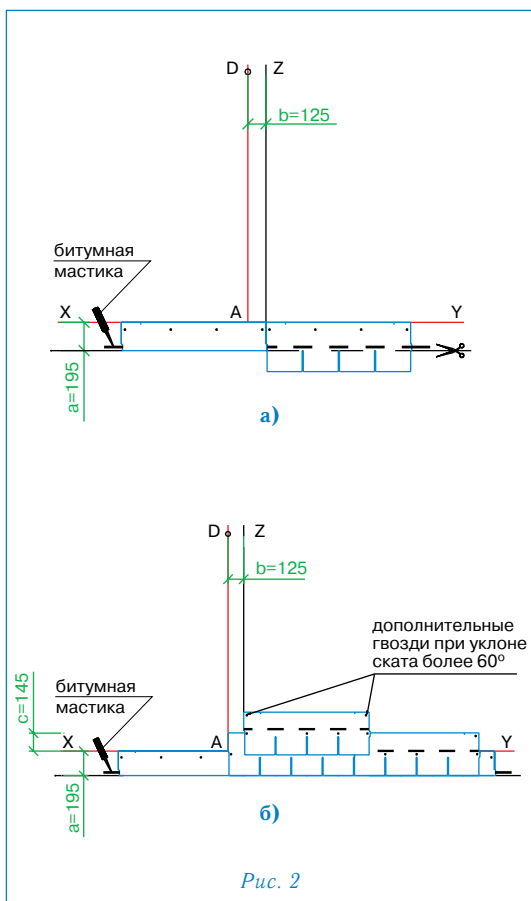

Рис. 2
Укладка материала (рис. 2)
Начальный ряд формируется из листов черепицы КЛАССИК обрезанных по линии образованной конечными точками вырезов. Полученные таким образом полосы шириной 19,5 см укладываются по линии карниза в обе стороны от линии Z (рис. 2а) и фиксируются по нижнему краю битумной мастикой, а по верхней кромке 4 гвоздями (ось гвоздей на 5 см ниже верхнего края полосы);
- далее первый ряд черепицы укладывается от линии AD (рис. 2б);
- второй ряд укладывается от линии Z (со смещением 12,5 см от AD) (рис. 2б);
Каждый лист черепицы КЛАССИК крепится 4 гвоздями (ось гвоздей на линии битумных клеевых полос) таким образом, чтобы гвоздь прошивал и верхний край низлежащего листа черепицы (рис. 2б).